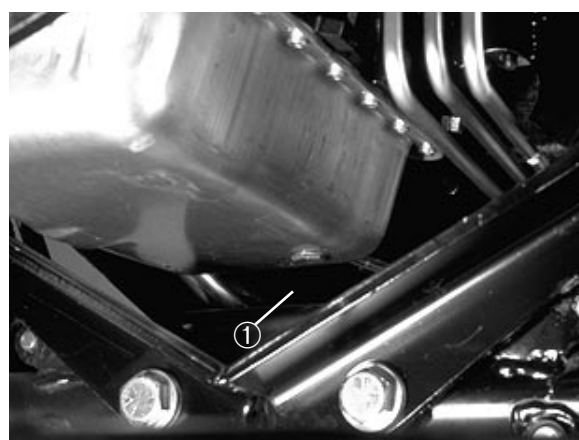

Fig. 35
MOTOROLJE OG FILTER (fig. 35–36)
1. Ta av dreneringspluggen (fig. 35) og la oljen renne ned i et kar. Når all olje har rent ut, settes pluggen og den nye pluggtetningen (delnr. 74-7850) på.